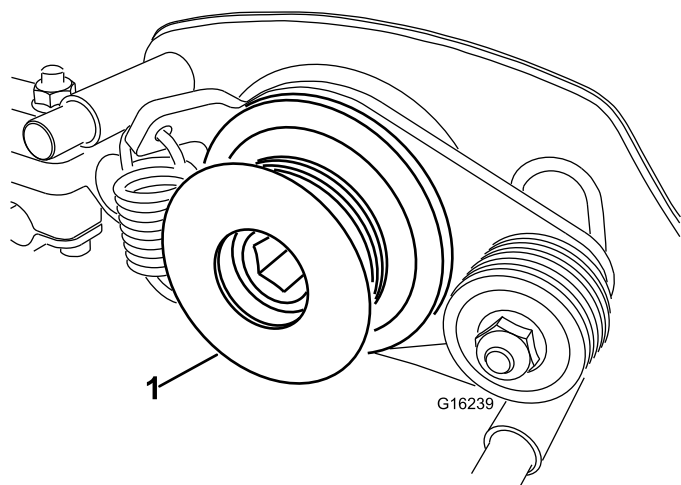

Figure 7
7. Déposez la poulie d'entraînement du groomer de l'arbre du cylindre (Figure 7).